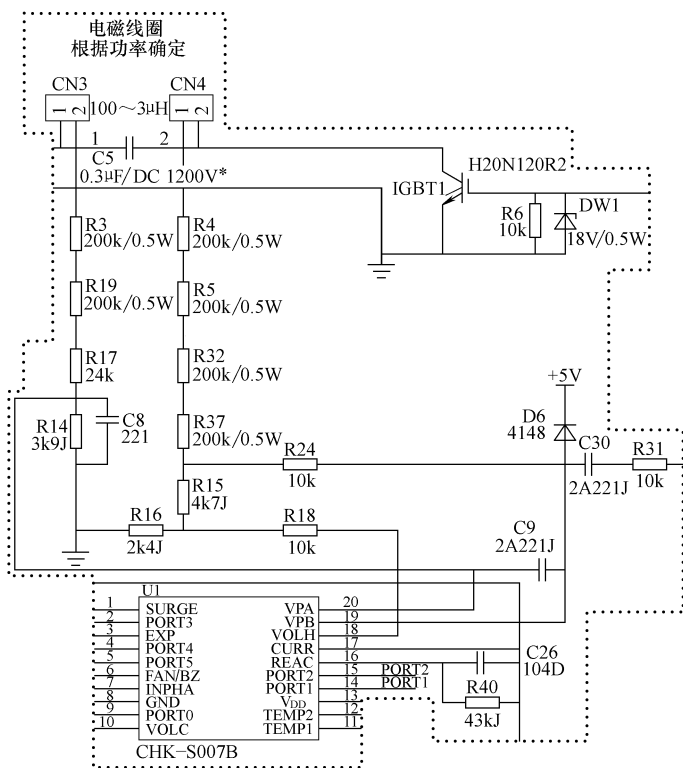

图 4-49 R4 相关电路截图
**维修笔记** 海尔品牌 CH2010/01 型电磁炉故障代码见表 4-7，R4 相关电路截图如图 4-49 所示。